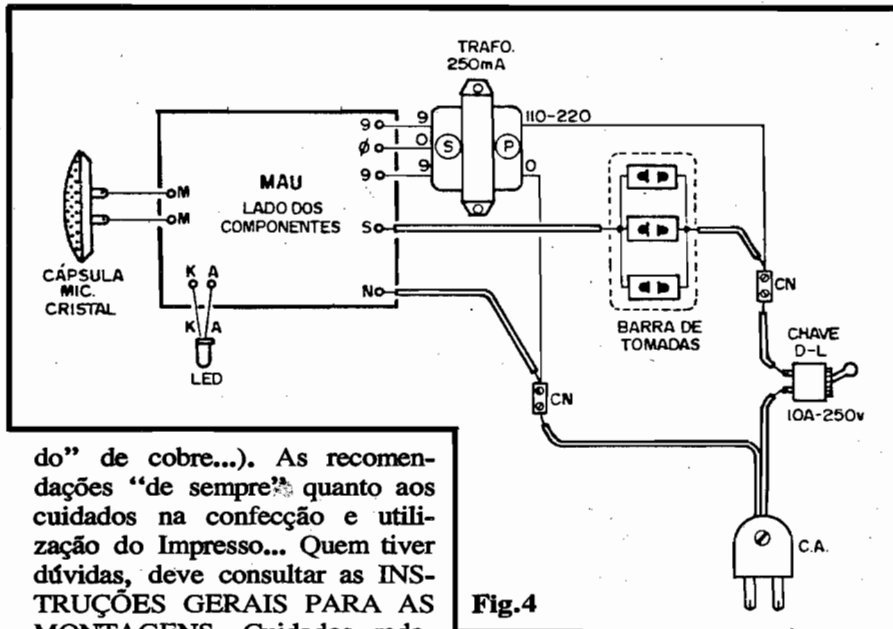

Fig. 4
- FIG. 4 - CONEXÕES DOS COMPONENTES EXTERNOS - O lado observado da placa ainda é o mesmo da figura anterior (só que agora as pecinhas sobre o fenolite não são mais vistas, para não "congestionar" o desenho, e porque já foram detalhadas antes...), enfatizando-se as conexões externas... Observar a ligação da cápsula de microfone de cristal,